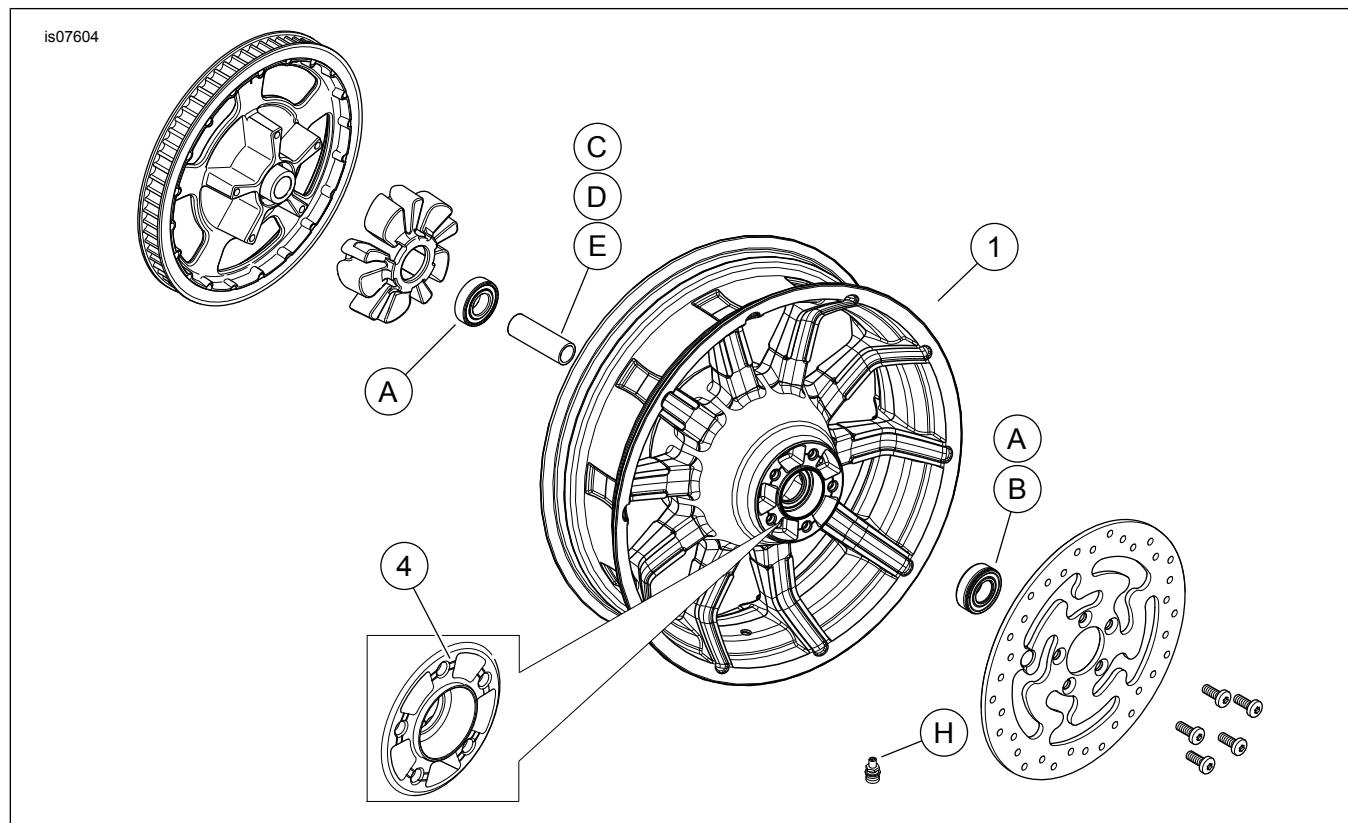

Figura 1. Peças de reposição: Rodas traseiras Impeller
Estes kits incluem somente a roda personalizada. Veja Figura 1 e Tabela 2.
2. Veja Figura 1. Instale o conjunto da haste de válvula (H) na roda. Consulte PNEUS no Manual de serviço.